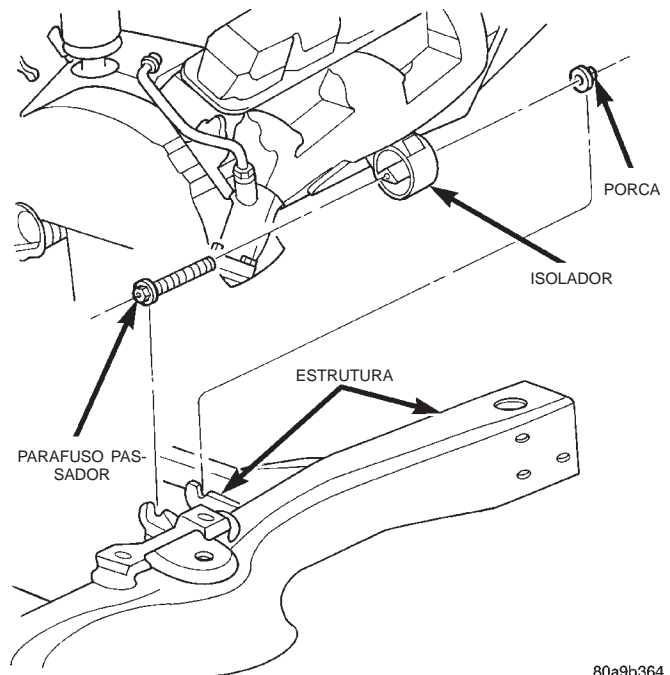

Fig. 16 Isolador da Montagem do Motor para Estrutura
- (2) Abaixar o motor com o suporte de suspensão enquanto guia o conjunto do isolador do suporte do isolador do motor (Fig. 16).
- (3) Instale o isolador no parafuso passador do suporte. Aperte os parafusos com um torque de 68 N·m (50 pés-lb.).
- (4) Remova o suporte de suspensão.
- (5) Conecte o cabo negativo à bateria.